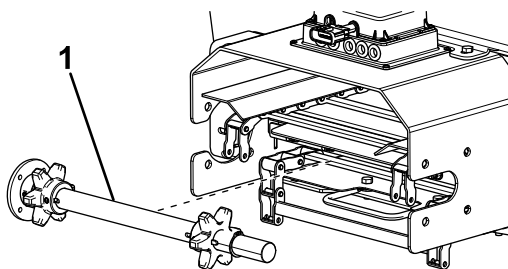

Figura 17
14. Retire y deseche el conjunto del eje de transmisión (Figura 17).